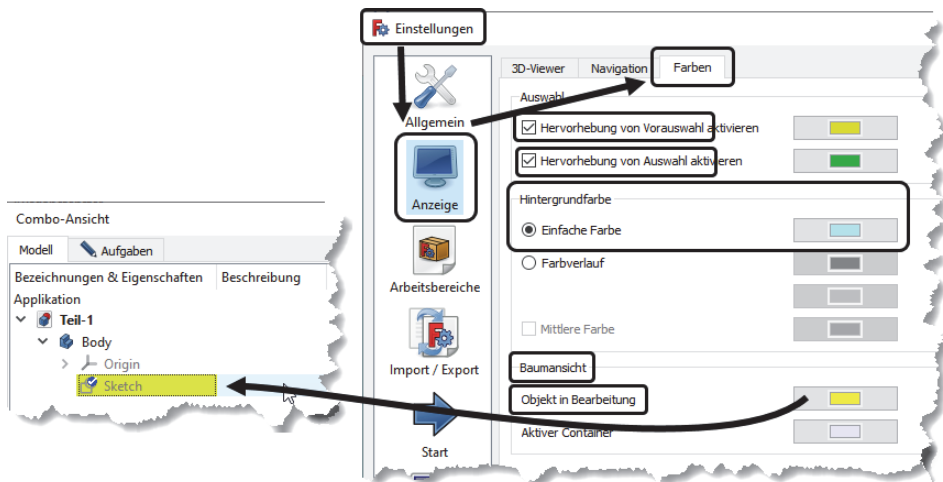

Abb. 2.10: Farbeinstellungen für das Zeichenfenster
- REGISTER FARBEN – Hier können Sie die Farben der Zeichenobjekte für verschiedene Situationen unterschiedlich gestalten. Wenn Sie beispielsweise den Zeichenfenster-Hintergrund auf gleichmäßig hellere Farbe oder weiß (siehe Abbildung 2.10) eingestellt haben, sollten Sie hier darauf achten, die Farben etwas kräftiger zu wählen. Insbesondere sollte LINIENFARBE BEIM ERSTELLEN nicht weiß sein.